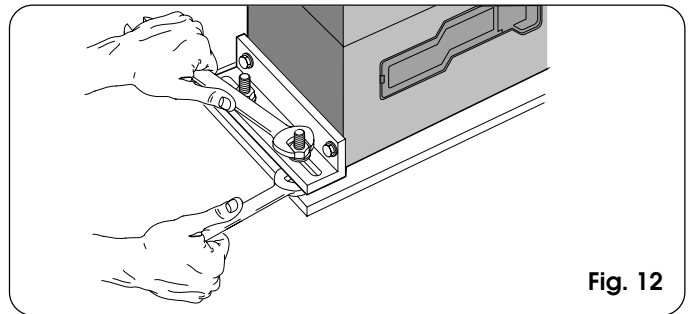

Fig. 12
- 5) Fixer le motoréducteur sur la plaque de fondation en serrant les écrous d'après la Fig.12.